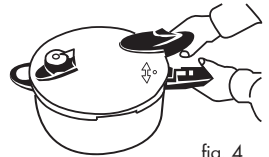

fig. 4
1. Ret symbolet „●“ på låget (del 7) ind efter symbolet „▲“ på grydehåndtaget (del 13) (fig. 4).